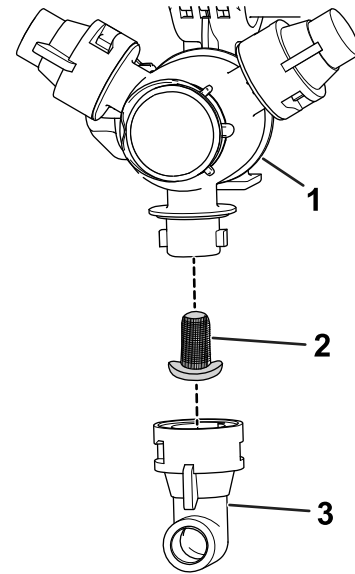

図 31
2. タレットからノズルを外す図 31。
3. ノズルフィルタを取り外す図 31。
5. ノズルフィルタを取り付ける図 31。
6. タレットにノズルを取り付ける図 31。